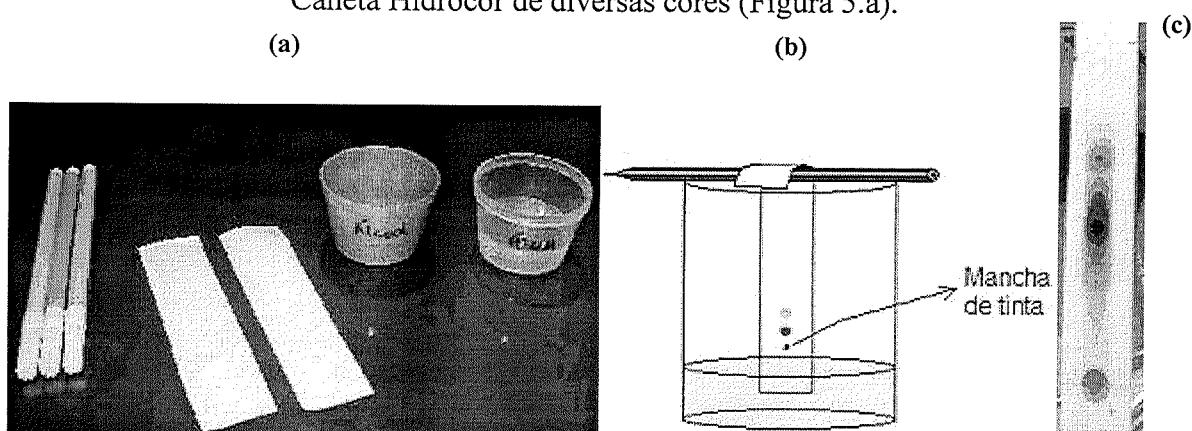

Figura 5. (a) Materiais e reagentes necessários para separar os componentes coloridos de tinta de caneta, por cromatografia sobre papel;
**Material/Reagentes:** Béquer (250 mL), Papel de filtro, Álcool, Caneta Hidrocor de diversas cores (Figura 5.a).
- Suspende-se a tira de papel de filtro e coloca-se o mesmo em um béquer contendo um pouco de álcool (~ 50 mL) de modo que o extremo da tira de papel só submerja 1-2 cm no solvente, para que o ponto pintado com a tinta da caneta Hidrocor não entre em contato com o álcool diretamente (Figura 5.b)
- Desenhe ou tire uma foto do cromatograma obtido (exemplo: Figura 5.c).